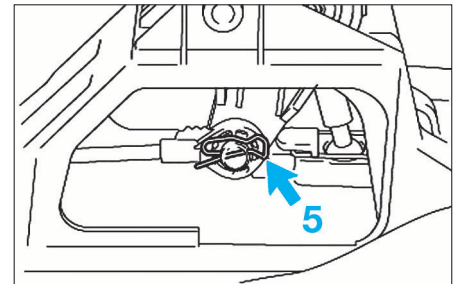

FIG. 19
- Déposer l'agrafe (5) et débrancher le câble de commande de sélection (fig. 19).
À la repose, respecter les points suivants (fig. 19) :